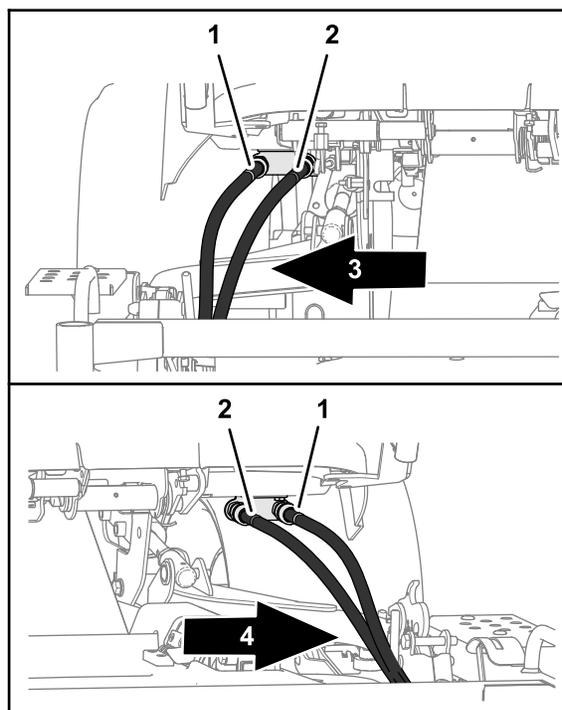

**Figura 113**
- Antes de bajar la carcasa, tire y gire de los pasadores de enlace traseros a ambos lados de la carcasa de la segadora (Figura 113).
13. Gire los pasadores de enlace traseros para accionar los enlaces de elevación traseros de la carcasa de la segadora; consulte la Figura 113 en Retirada de la carcasa de la segadora \(página 78\).